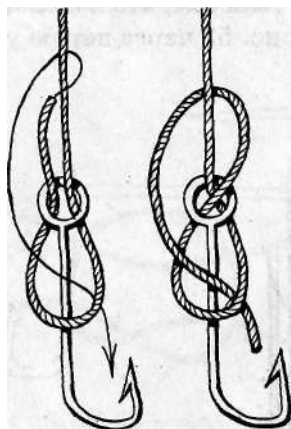

Рис. 50. Рыбацкая восьмерка
*Рыбацкая восьмерка* рис. 50 еще более надежный способ прикрепления лески к крючку с ушком. Он дает полную гарантию, что крючок не отвяжется.